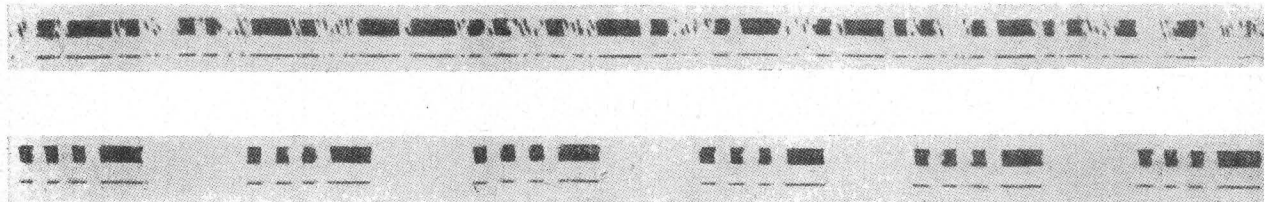

Abb. 3: Empfangsstreifen (natürliche Größe) bei starken Funkstörungen.
Die **Störungen** erscheinen dagegen als unregelmäßig angeordnete Punkte oder kurze Striche auf dem Streifen (siehe Abb. 3).
Das **Schreibrad** ist derart ausgefräst, daß nach vorn ein schmales Rädchen (4) Abb. 4 stehengeblieben ist. Hierdurch wird neben dem breiten Zeichen noch ein **schmaler Strich** im Takte der Morsezeichen niedergeschrieben (siehe Abb. 3).